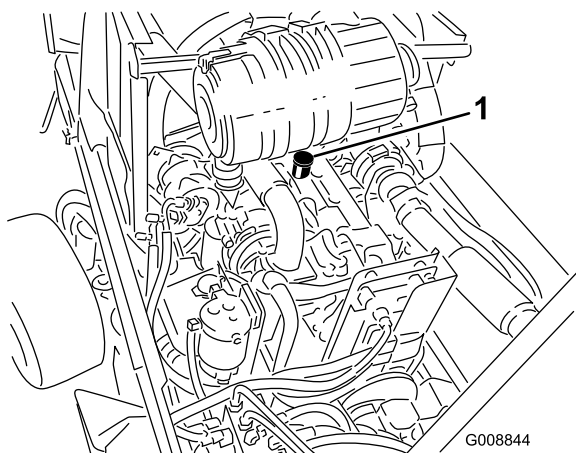

Bild 57
3. Wenn der Ölstand unter der Niedrig-Marke liegt, nehmen Sie den Fülldeckel ab (Bild 57) und gießen Sie genug Öl ein, um den Ölstand bis zur Voll-Marke anzuheben. **Nicht überfüllen.**